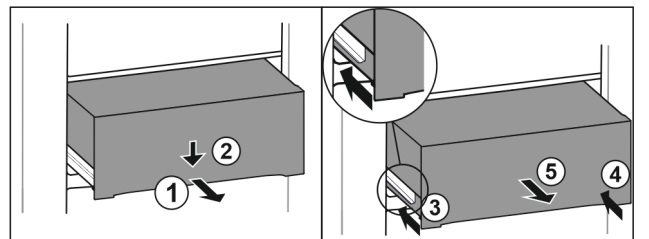

Fig. 108
- ▶ Lade er half uittrekken. Fig. 108 (1)
- ▶ Schuiflade aan de voorzijde omlaag drukken. Fig. 108 (2)
- ▶ Linker rail ca. 2 cm inschuiven. Fig. 108 (3)
- ▶ Rechter rail ca. 2 cm inschuiven. Fig. 108 (4)
- ▶ Lade naar voren toe verwijderen. Fig. 108 (5)